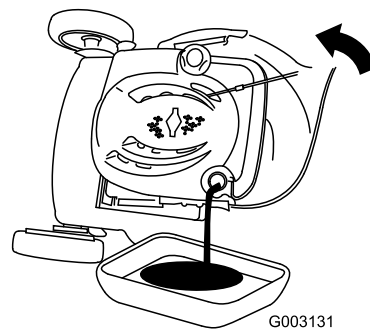

Figure 47
3. Inclinez la tondeuse sur le côté (filtre à air vers le haut) pour vidanger l'huile usagée par le goulot de remplissage (Figure 47).